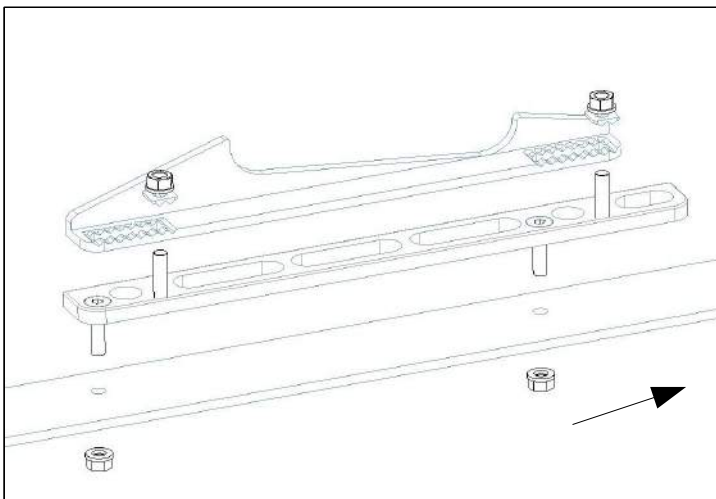

Fig.3 - Distanza scalmiera - Filo-Banco: 30mm
- estrarre l'asse del timone tirandolo verso l'alto (direzione 1 Fig. 3)